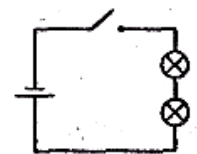

Рис. 26.1
1. Соберите последовательную электрическую цепь из источника тока, двух электрических ламп и ключа по схеме на рис. 26.1.